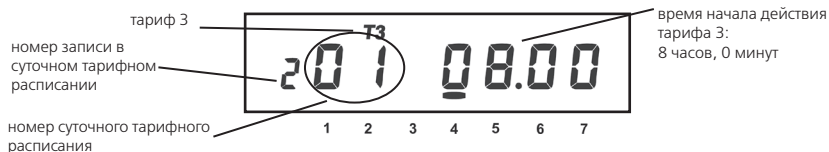

Рисунок 3.12
3.2.4.9 Просмотр тарифного расписания текущих суток (рисунок 3.12).